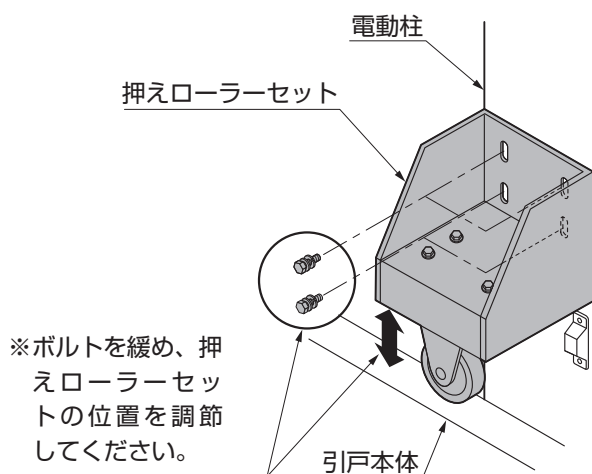

図16-3
- ②引戸を閉めた状態で、押えローラーセットのローラーと引戸本体が浮かないよう、押えローラー取付けボルト(M6×15六角ボルト)で調節してください。(図16-3参照)